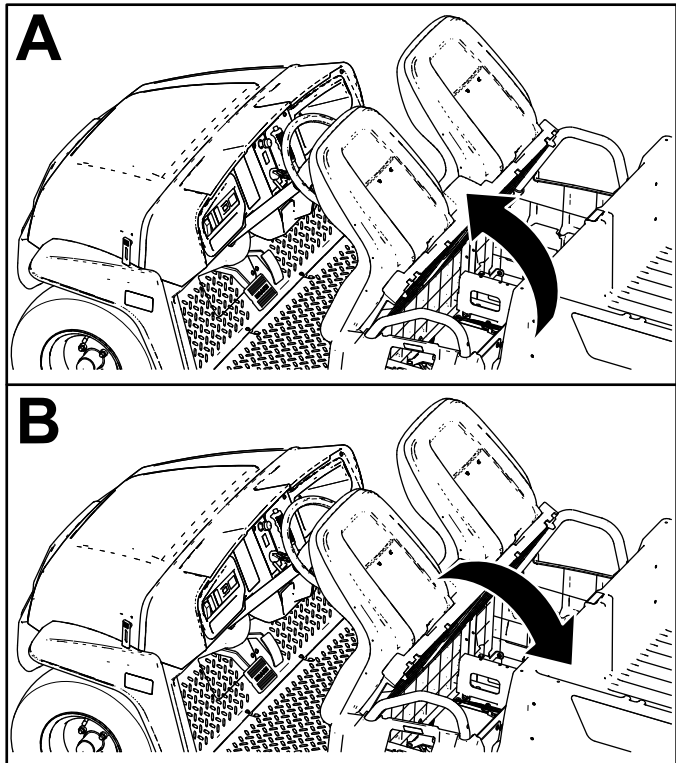

Figure 27
Pour relever l'ensemble sièges, basculez-le vers l'avant jusqu'à ce qu'il repose sur le volant (Figure 27).
- Poussez l'ensemble sièges en avant, en position relevée (Figure 27).